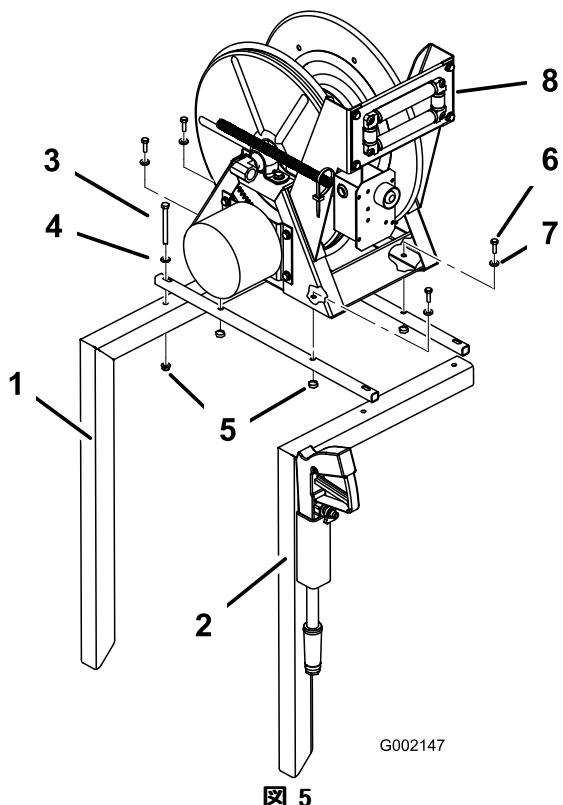

図 5
5. ホースリール取り付けチューブ（2本）を、ホースリール・フレームの上部に取り付ける（図5）；ボルト（5/16 x 3-1/4インチ）（4本）、ワッシャ（外径11/16インチ）（4枚）、フランジナット（5/16インチ）（4個）を使用する。後で調整を行うのでこの時点では本締めしないこと。
6. ホースリール・アセンブリをホースリール取り付けチューブに取り付ける(図 5); フランジヘッドボルト(5/16 x 1-1/2 インチ)(4本)、ワッシャ(外径 7/8 インチ)、フランジナット(5/16 インチ)(4個)を使用する。後で調整を行うのでこの時点では本締めしないこと。